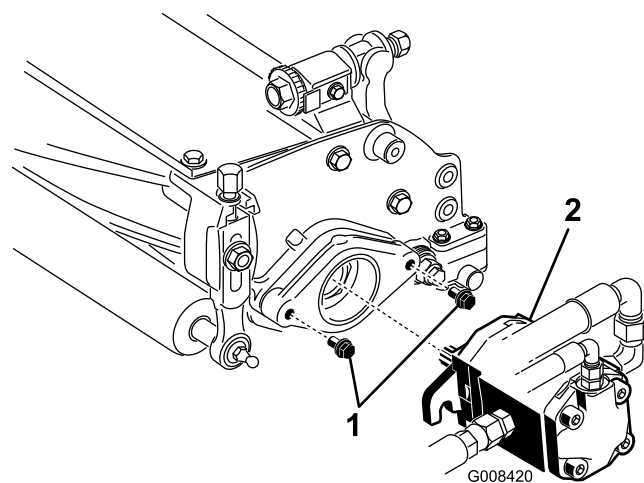

Figura 12
8. Coloque os parafusos de montagem para o motor dos cilindros em cada uma das unidades de corte. Deixe uma folga de aproximadamente 13 mm em cada parafuso de montagem (Figura 12).
10. Cubra o eixo do motor com massa lubrificante limpa e monte o motor, rodando-o no sentido dos ponteiros do relógio até que a folga das cavilhas do motor tenha sido eliminada. Rode o motor no sentido contrário ao dos ponteiros do relógio até que as flanges do motor cubram completamente as cavilhas (Figura 12).
11. Aperte os parafusos de montagem (Figura 12).